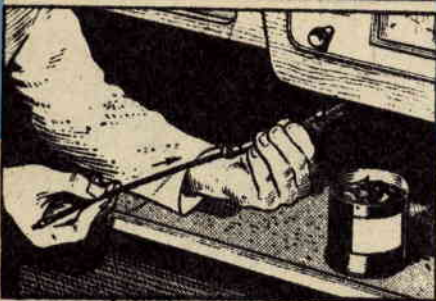

Fig. 11
**Fig. 11 - LUBRIFICAZIONE.** Lubrificate il flessibile ogni 20.000 chilometri. Per procedere ad una razionale lubrificazione sfilate un po' l'albero flessibile ed applicatevi grasso. Non fate assolutamente uso di olio.